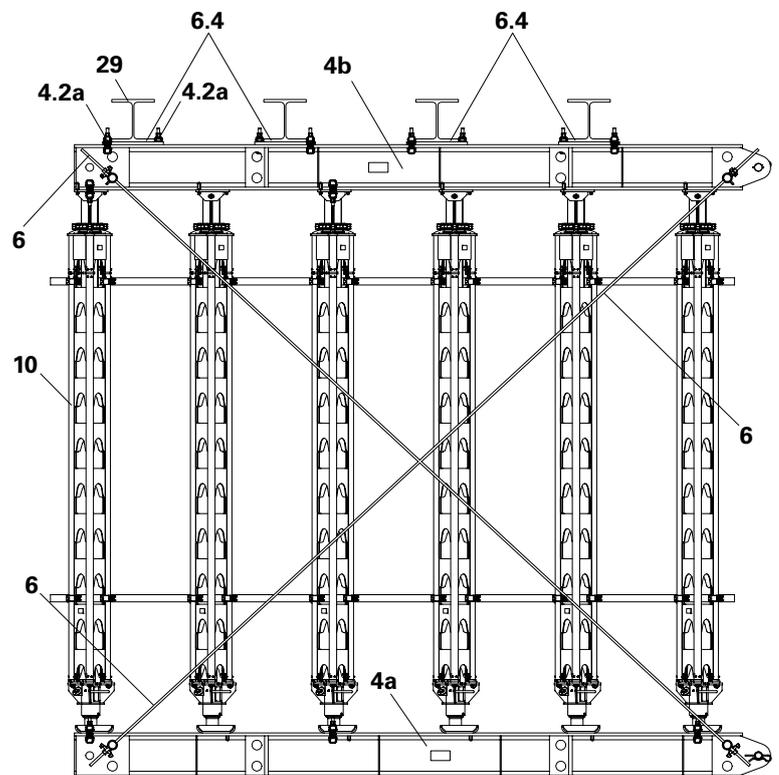

Fig. B1.01a
Avec les entretoisements (6) en tiges d'ancrage DW 15 (le cas échéant DW 20), diriger les charges horizontales de la sablière dans la poutre inférieure. De là, assurer leur évacuation dans le sol, par frottement ou via les éléments encastrés et les fondations. (Fig. B1.01a)